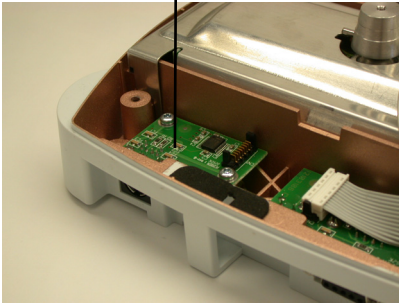

Figura 2C.
7. Instale la PCB USB sobre las bases correspondientes con los dos tornillos incluidos (vea la Figura 2C).